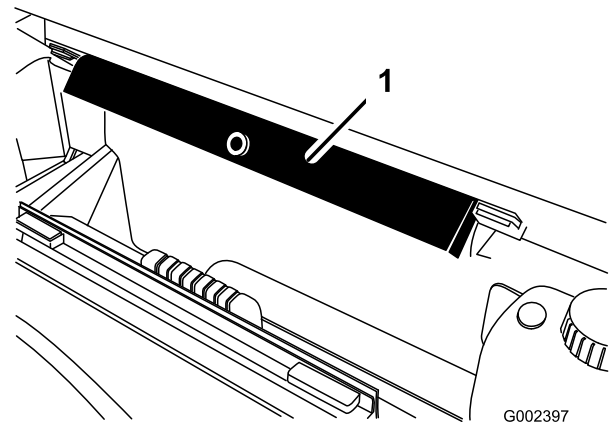

Figura 100
8. Rimuovete il supporto del pianale dalle staffe di stoccaggio nella parte posteriore del pannello del ROPS (Figura 100).